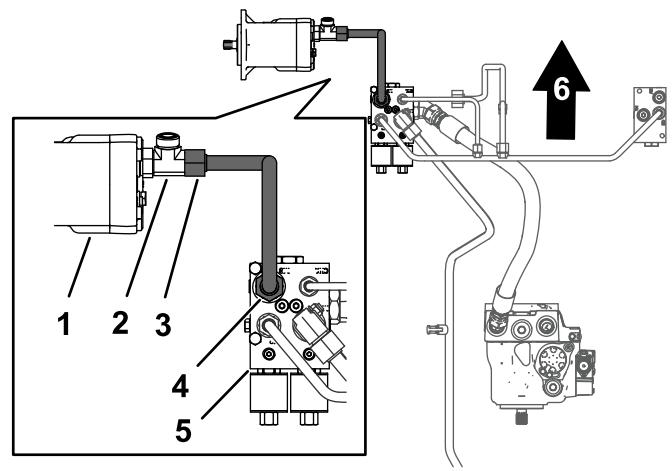

Figura 11
- Alinhe as porcas do tubo do motor de tração com as uniões no motor de tração e o coletor do divisor de fluxo (Figura 11).